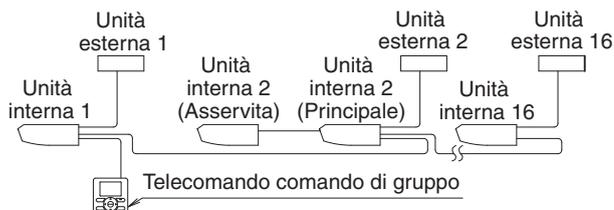

Fig. 34
- Se si utilizza l'apparecchiatura come unità accoppiata o unità principale per il funzionamento simultaneo, si può comandare simultaneamente (in gruppo) l'accensione/lo spegnimento di 16 unità max. con il comando a distanza. **(Fare riferimento alla Fig. 34)**
- (1) Rimuovere il coperchio della scatola di controllo. (Fare riferimento a "9. MODALITÀ DI ESECUZIONE DEI COLLEGAMENTI ELETTRICI ED ESEMPIO DI COLLEGAMENTO".)
- (2) Collegare gli attraversamenti tra i terminali (P1, P2) nella scatola di controllo per il comando a distanza. (Non esiste polarità.) **(Fare riferimento alla Fig. 34 e alla Tabella 3)**